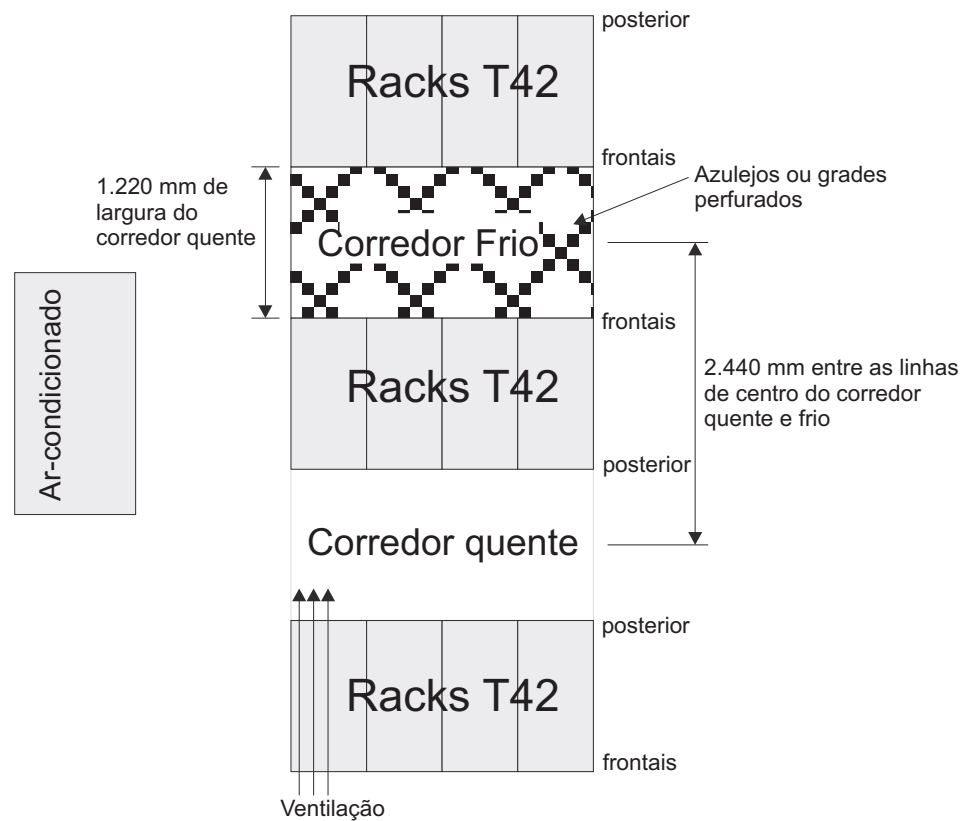

Figura 11. Exemplo de Configuração de Rack com Passagem Fria/Passagem Quente
- O ar entra na parte frontal do rack e sai na parte traseira. Para prevenir que ar liberado do rack entre na abertura de outra peça do equipamento, é necessário posicionar os racks em linhas alternadas, costas com costas ou frente a frente. Essa disposição é conhecida como “passagem fria/passagem quente” e é mostrada na Figura 11 na página 27.